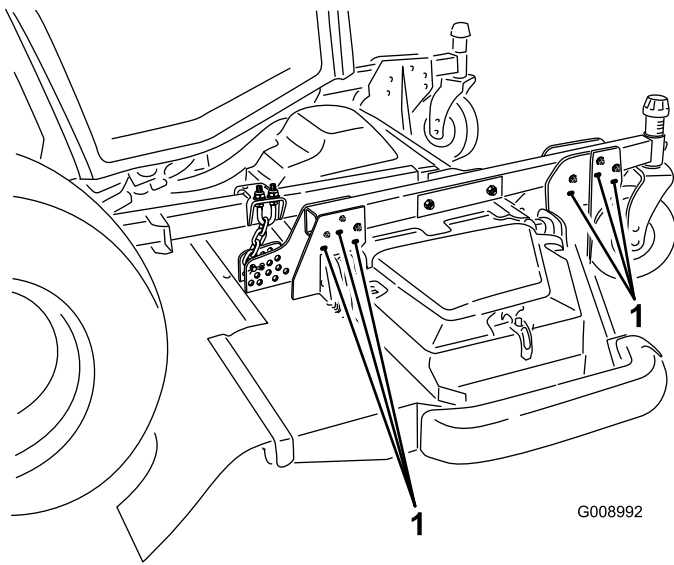

Figure 25
10. Pour obtenir des hauteurs de coupe de 102 à 153 mm, enlevez les boulons qui fixent les supports du plateau aux bras de pivot de hauteur de coupe, puis remontez les supports du plateau dans les trous inférieurs (Figure 25).